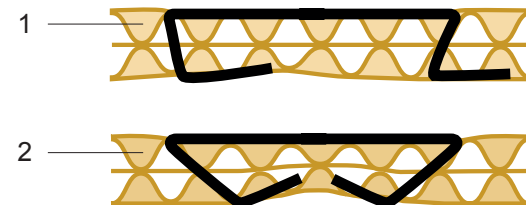

Fig. 9
Jede Heftzange wird vor der Auslieferung sorgfältig geprüft. Durch grobe Behandlung während des Betriebs kann es sein, dass der Amboss neu angepasst werden muss. Eine unkorrekte Heftung (Fig. 9/1) kann dadurch auftreten.
- Eine Test-Heftung in einem Stück Karton anbringen. Wenn der Amboss richtig eingestellt ist, muss die Heftung aussehen wie in Fig. 9/2.